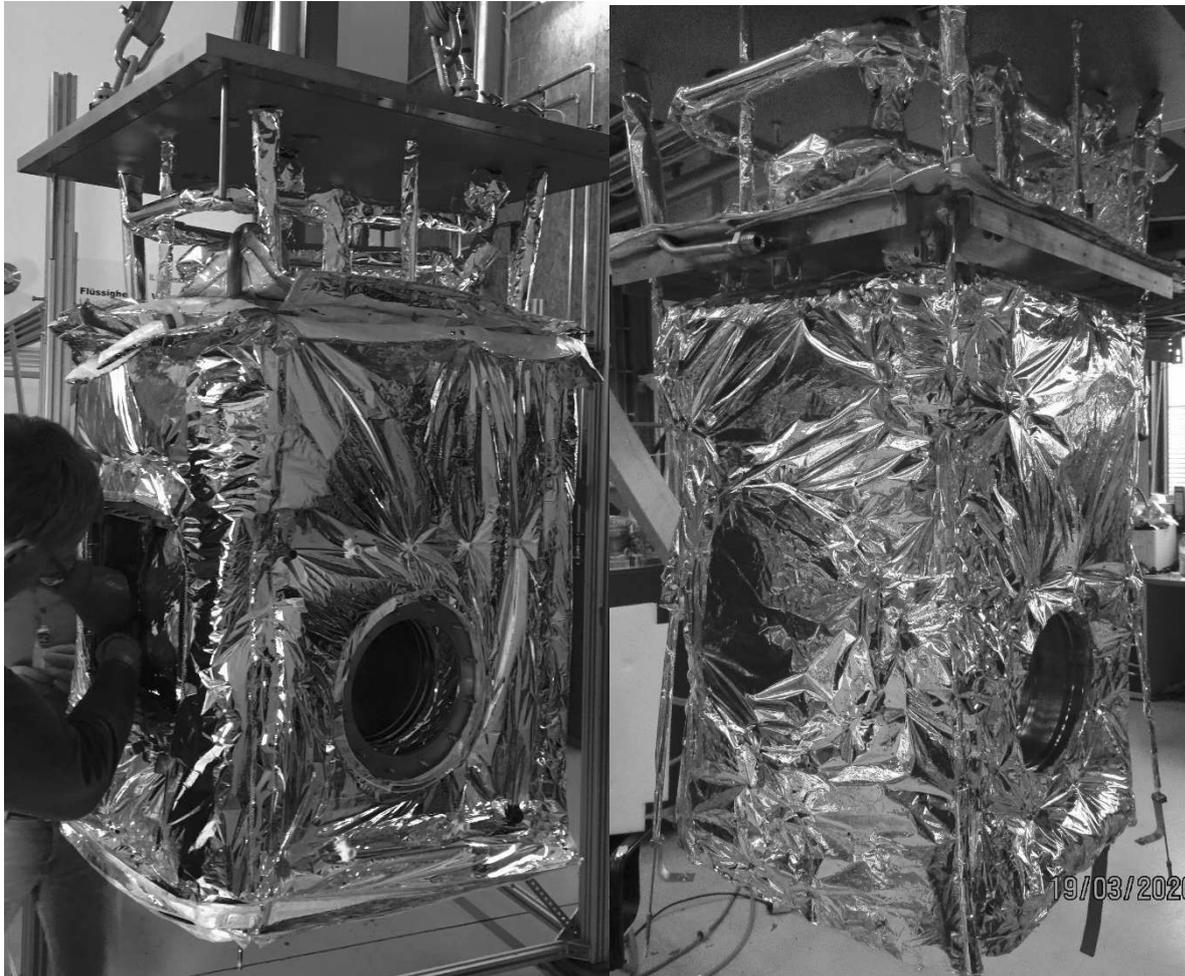

Abbildung 21: Montiertes thermisches Schild mit MLI (links), He-Kryostat mit MLI (rechts)
- MLI am Schild lösen (siehe Abbildung 21 links):
- Montagebaugruppe mit Kran nach oben heben, Schild bleibt unten stehen, Schild zur Seite stellen, Montagebaugruppe absenken und wieder auf dem Montagegestell ablegen (siehe Abbildung 21 rechts)